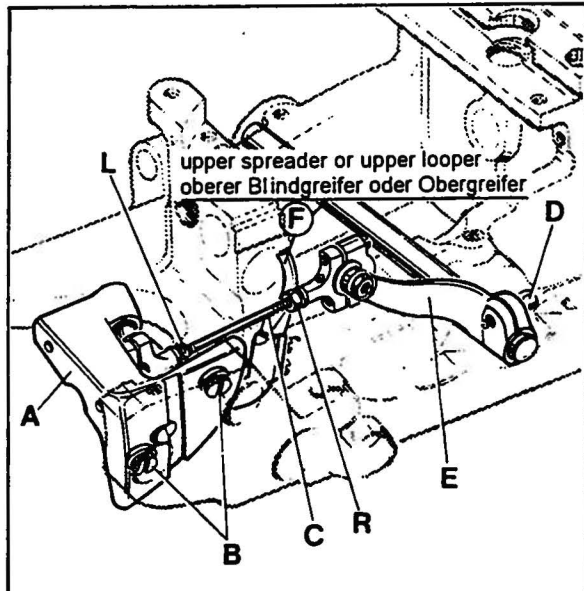

Fig. 12
HINT: In case the adjusting possibility of the spreader by means of the two offset flats on the spreader shank is not sufficient, additionally the complete bearing (A, Fig. 12) can be moved slightly up or down when loosening screws (B). Retighten screws.
If an adjustment is necessary, loosen nuts (L and R, Fig. 12) and turn connecting rod (C) forward or backward as required to obtain the required position.
HINWEIS: Sollte die Einstellm glichkeit des Blindgreifers mit Hilfe der beiden versetzten Befestigungsfl chen am Greiferschaft nicht ausreichen, kann, nach L sen der beiden Schrauben (B, Fig. 12) zus tzlich das ganze Lager (A) etwas nach oben oder unten verschoben werden. Ziehen Sie die beiden Schrauben wieder an.
Wenn eine Einstellung notwendig ist l sen Sie die Muttern (L und R, Fig. 12) und drehen die Verbindungsstange (C) vor oder zur ck bis die erforderliche Stellung erreicht ist.
If required loosen clamp screw (D, Fig. 12) in the drive lever (E) and set the lever so that the upper spreader (F) clears at all points. Retighten clamp screw.
After this setting recheck the position of the upper spreader to the needle, as described above. Reset with connecting rod (C, Fig. 12) if required and tighten nuts (L and R).
HINT: In case the adjusting possibility of the upper looper as described is not sufficient, additionally the bearing (A, Fig. 12) can be moved slightly up or down when loosening the two screws (B). Retighten screws.
Bei Bedarf lösen Sie die Klemmschraube (D, Fig. 12) im Antriebshebel (E) und stellen den Hebel so, daß der obere Blindgreifer (F) an allen Stellen freigeht. Ziehen Sie die Klemmschraube wieder an.
Prüfen Sie nach dieser Einstellung nochmal die Stellung des oberen Blindgreifers zur Nadel, wie oben beschrieben. Stellen Sie bei Bedarf mit der Verbindungsstange (C, Fig. 12) nach und ziehen Sie die Muttern (L und R) an.
HINWEIS: Sollte die Einstellmöglichkeit des Obergreifers wie beschrieben nicht ausreichen, kann, nach Lösen der beiden Schrauben (B, Fig. 12), zusätzlich das ganze Lager (A) etwas nach oben oder unten verschoben werden. Ziehen Sie die Schrauben wieder an.
If required loosen clamp screw (D, Fig. 12) in the drive lever (E) and set the lever so that the upper looper (F) clears at all points. Retighten clamp screw.
After this setting recheck the position of the spreader to the needle, as described above. Reset with connecting rod (C, Fig. 12) if required and tighten nuts (L and R).
Wenn eine Einstellung notwendig ist lösen Sie die Muttern (L und R, Fig. 12) und drehen die Verbindungsstange (C) vor oder zurück bis die erforderliche Stellung erreicht ist.
Bei Bedarf lösen Sie die Klemmschraube (D, Fig. 12) im Antriebshebel (E) und stellen den Hebel so, daß der Obergreifer (F) an allen Stellen freigeht. Ziehen Sie die Klemmschraube wieder an.
Prüfen Sie nach dieser Einstellung nochmal die Stellung des Blindgreifers zur Nadel, wie oben beschrieben. Stellen Sie bei Bedarf mit der Verbindungsstange (C, Fig. 12) nach und ziehen Sie die Muttern (L und R) an.